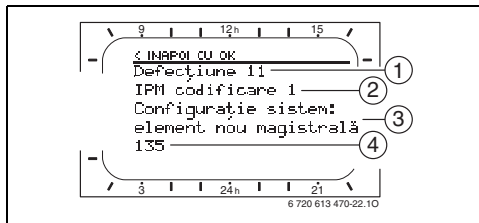

Fig. 16 Mesaj de defecțiune
- ▶ Setăți temperatura exterioară minimă pentru cazul interpretării întregii instalații de încălzire (valori recomandate → Fig. 16 și Tab. 3).
Afișaje (→ Poz. 1, 3 și 4 din Fig. 16)